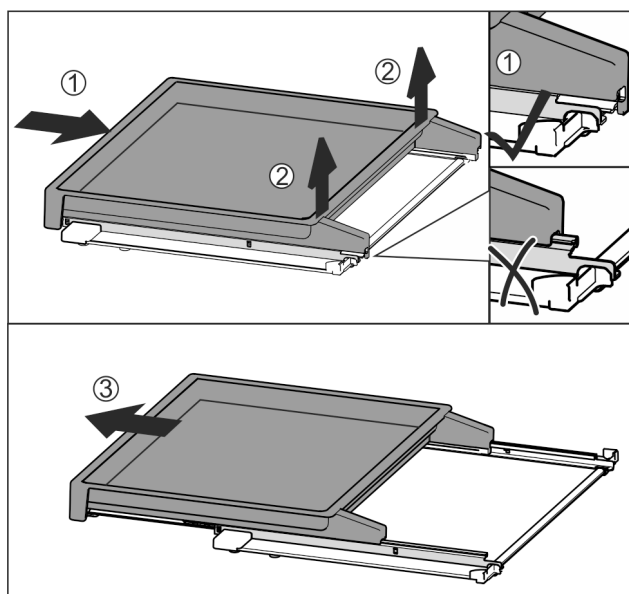

Fig. 112
- ▶ Introduzca por completo el estante extraíble *Fig. 112 (1)*.
- ▶ Suelte el enganche en el lado trasero *Fig. 112 (2)*.
- ▶ Retire el estante extraíble hacia delante *Fig. 112 (3)*.